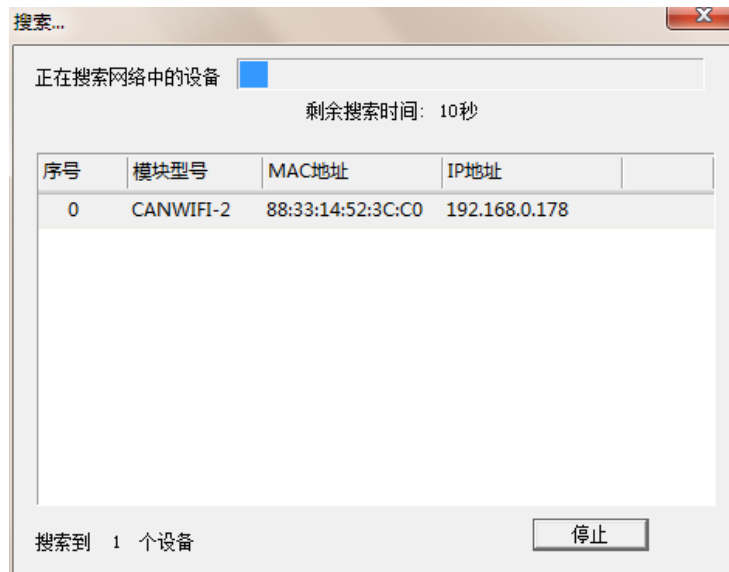

图 3.3 ZNetCom 软件搜索设备
5. 单击  出现如图 3.3 所示界面，可以获知设备 IP 地址。